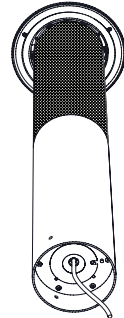

Abbildung 11
2. Das 4-adrige Kabel mit Anschlussdrähten durch die zentrale Bohrung in der Montagehalterung führen, wie in Abbildung 11 dargestellt.